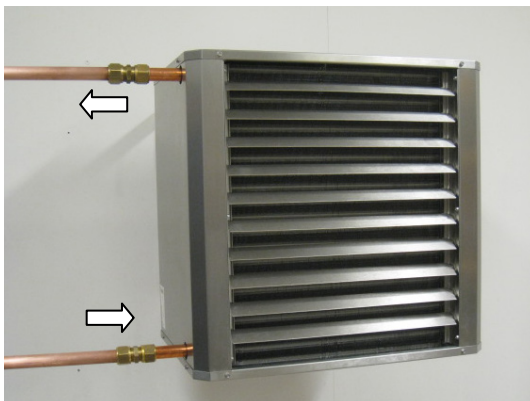

Abb. 7
6. Der Wassereinlauf wird an den niedrigst liegenden Rohren des Heizlüfters angeschlossen und der Auslauf an den Rohren zuoberst, siehe Pfeile in Abb. 7. Der Anschluss hat Ø22 für AW H22 und Ø28 für AW H42 .